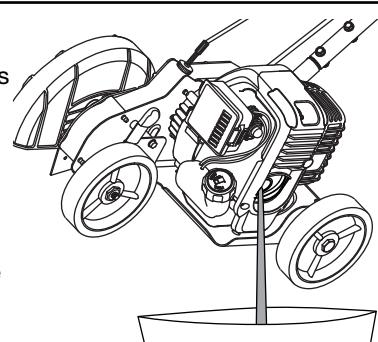

Fig. 24
3. Vierta el aceite fuera del orificio de llenado de aceite en un recipiente inclinando la unidad hasta una posición vertical (Fig. 24).